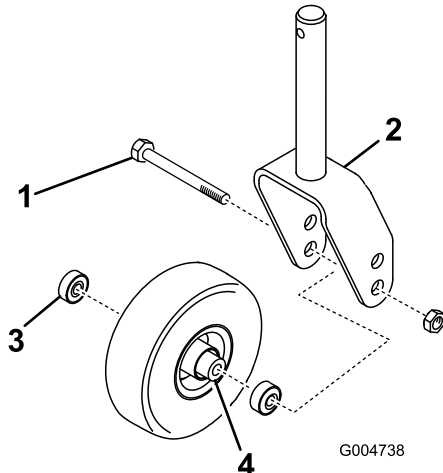

Bild 28
1. Entfernen Sie die Sicherungsmutter von der Schraube, mit der das Laufrad an der der Gabel befestigt ist (Bild 28). Halten Sie das Laufrad fest und schieben die Schraube aus der Gabel oder vom Gelenkarm ab.
2. Entfernen Sie das Lager aus der Radnabe und lassen das Lagerdistanzstück herausfallen (Bild 28). Entfernen Sie das Lager aus der gegenüberliegenden Seite der Radnabe.